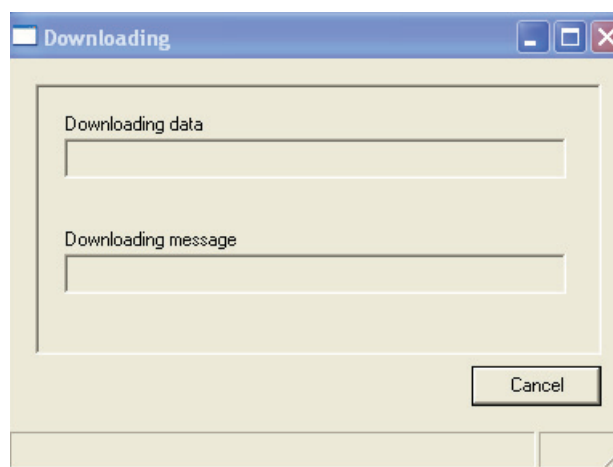

figura 8.20: Janela Download configuration
- Se clicar em No, o software começará a transferir o programa do Plena Weekly Timer para o PC e aparecerá a janela Downloading (consulte a figura 8.20). No final da transferência, esta janela fecha-se.